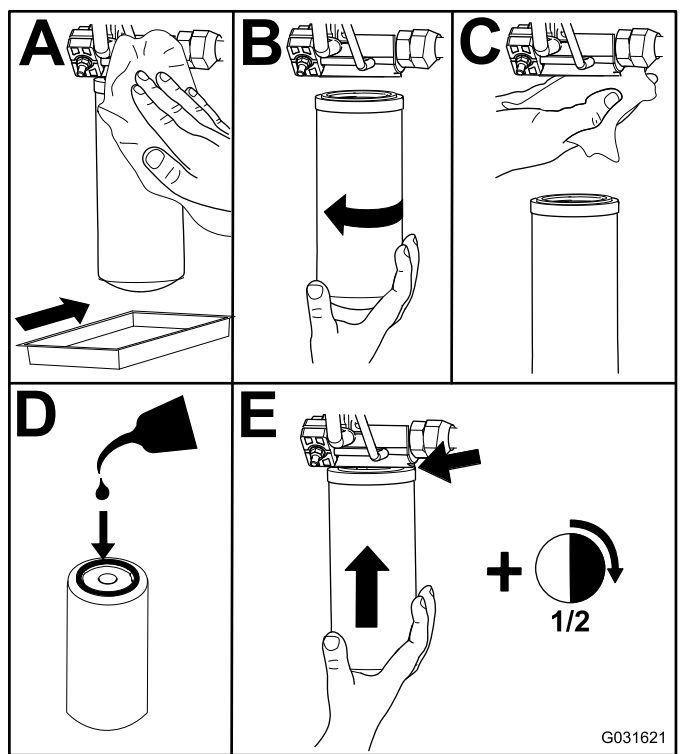

Figura 87
2. Cambie los filtros hidráulicos (Figura 87).